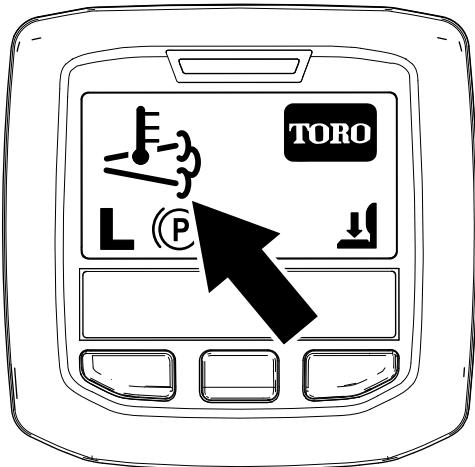

Figura 47
- El ícono de temperatura alta de los gases de escape  aparece en el InfoCenter (Figura 47).